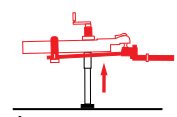

Figura 33
4. Extienda su gato de remolque para levantar el peso de las barras de resorte del enganche. (Figura 33)